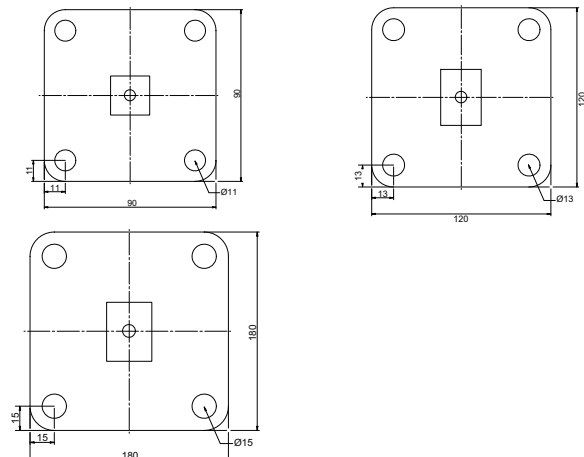

Bild 1: Bohrplan Wandarm 600 (links), 800 (rechts) und 1200 (unten)
1. Alle benötigten Wandarme mit geeigneten Schrauben gemäß Bohrplan (Bild 1) an der Wand befestigen.